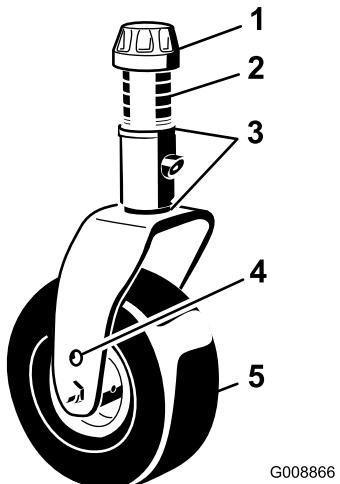

Figura 19
- Coloque os eixos da roda giratória nos mesmos orifícios em todas as forquilhas da roda giratória (Figura 19) e
- Retire a tampa de fixação do eixo roscado e desloque o fuso (Figura 19) para fora do braço da roda giratória. Coloque ambos os calços (3 mm) no eixo, tal como se encontravam originalmente. Estes calços são necessários para atingir a mesma altura ao longo de toda a largura das unidades de corte. Desloque um número apropriado de espaçadores de 13 mm para o eixo para obter a altura de corte desejada; em seguida, desloque a arruela para o eixo.